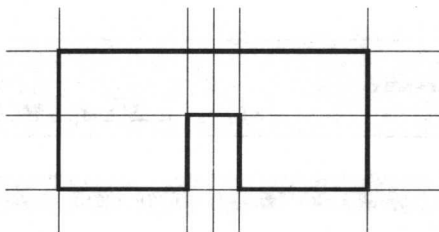

图 1-24 绘制新建建筑物轮廓
(2) 如果没有打开线宽模式, 单击系统的最下面的 **线宽** 按钮, 打开线宽模式。
(3) 单击“直线”按钮 , 捕捉各个辅助线对应的交点, 绘制新建筑的大致外轮廓, 绘制结果如图 1-24 所示。